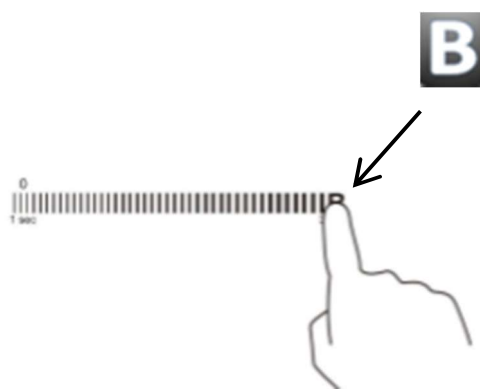

Рис. 2
- Для начала работы, нажмите кнопку выбора зоны (только зоны с бустером) и затем нажмите и удерживайте в течении 3 секунд кнопку «B» функции Flex zone +BBQ. (рис.2)